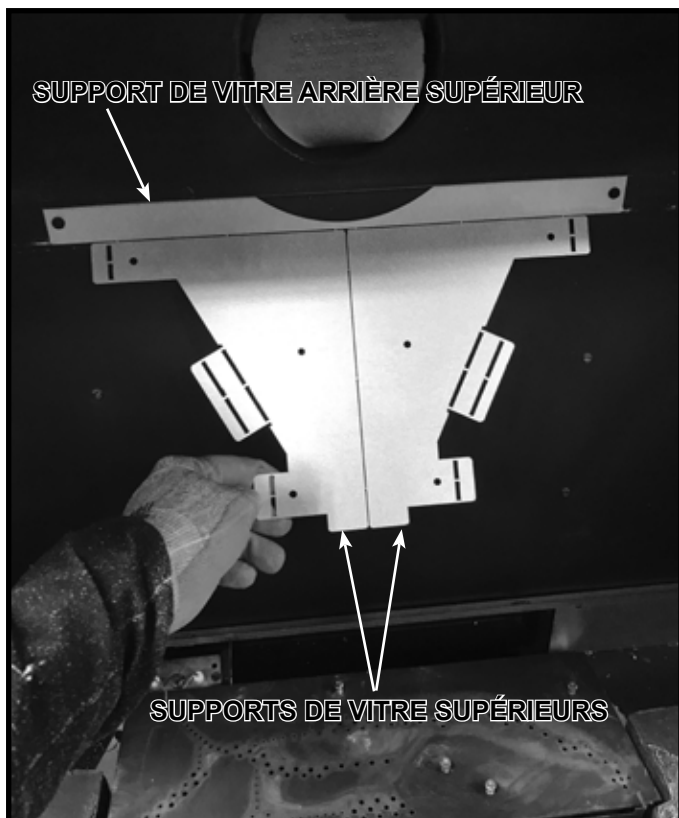
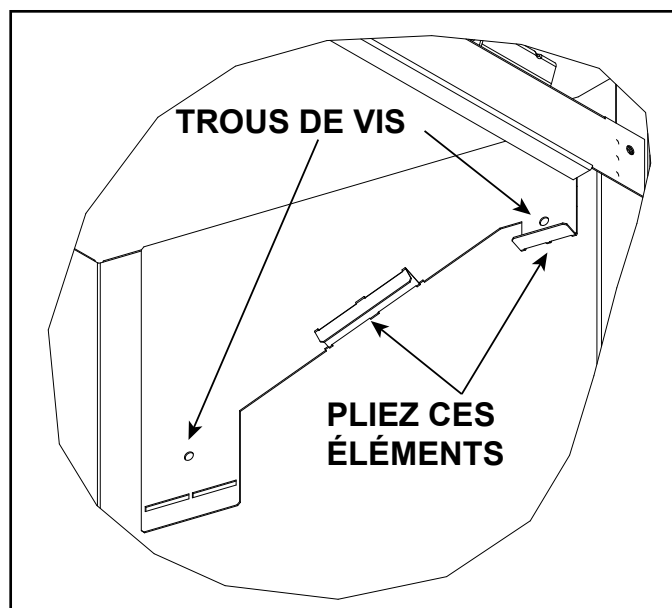
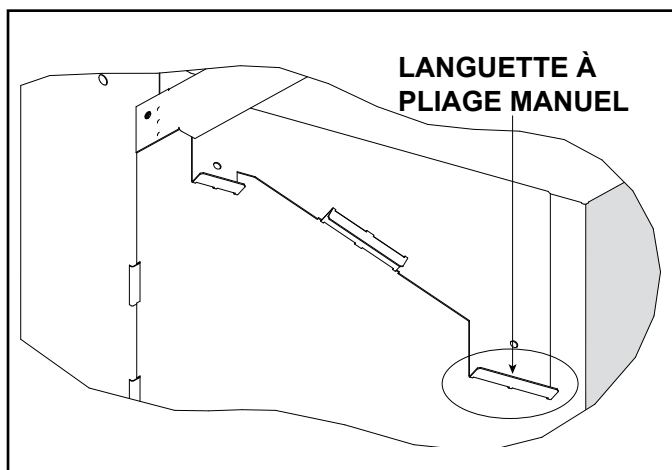

Figure 11.11 Enlevez les supports de vitre supérieurs
Figure 11.13 Pliez les supports de vitre supérieurs (Support supérieur droit illustré)
Figure 11.14 Supports de vitre supérieurs installés (support supérieur gauche montré)
3. Retirez les supports de vitre supérieurs de l'arrière du foyer en tirant vers l'avant sur le bord inférieur pour les libérer. Séparez-les ensuite en les détachant l'un de l'autre. Voir les Figures 11.11 et 11.12. Courbez le support « de droite » comme indiqué sur la Figure 11.13. Courbez le support « de gauche » comme indiqué sur la Figure 11.14.
4. Installez le support de vitre supérieur droit en poussant le support vers le haut au-dessus de la boîte à feu et vers l'extérieur sur la face avant de la boîte à feu. Le bord avant du support doit être serré contre la face de la boîte à feu et le bord supérieur du support doit être serré contre la partie supérieure de la boîte à feu. Installez le support en insérant les deux vis autotaraudeuses dans la boîte à feu à travers le support. Voir la Figure 11.13. Reproduisez cette étape pour l'installation du support de vitre supérieur gauche.
6. D'une main sur le panneau de verre arrière, pliez « vers le haut » la languette pliée à la main sur le support de vitre supérieur à environ 90 degrés. Voir la Figure 11.14. Pliez « vers le haut » la languette pliée à la main sur le support opposé. Le panneau de verre arrière est à présent installé. Ce panneau sera maintenu en place par les panneaux latéraux une fois installés.